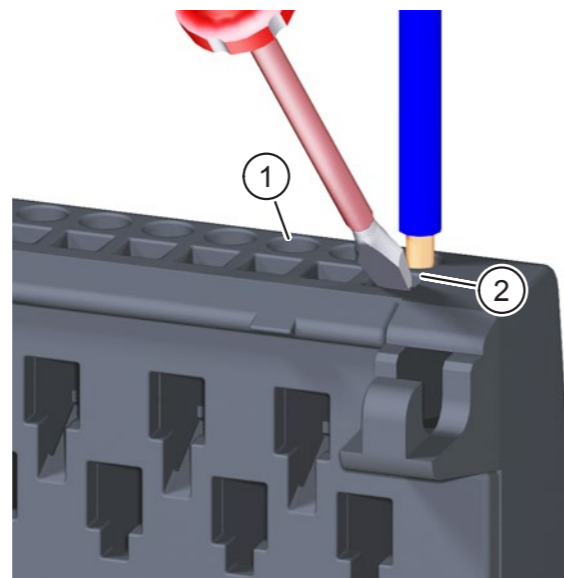

Abb. 5: Backplane verdrahten
- ▶ Verdrahten Sie die Backplane nach den Installationsvorgaben. Die Öffnungen für die Push-In-Klemmen (Pos. 1 in Abb. 5) befinden sich an der Ober- und Unterseite der Backplane. Die Etiketten auf der Backplane zeigen die Anschlussbelegung der Klemmen.
- ▶ Führen Sie den Starrdraht bzw. die Aderendhülse in die runde Öffnung zur Push-In-Klemme (Pos. 1 in Abb. 5) bis zum Anschlag ein.
- ▶ Führen Sie den Schraubendreher in die quadratische Öffnung (Pos. 2 in Abb. 5) im 45°-Winkel schräg von vorne ein.